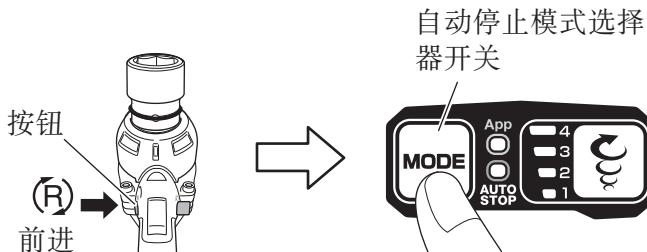

图 17
## (3) 自动停止模式 (仅限正转时) (图 17, 表 6)